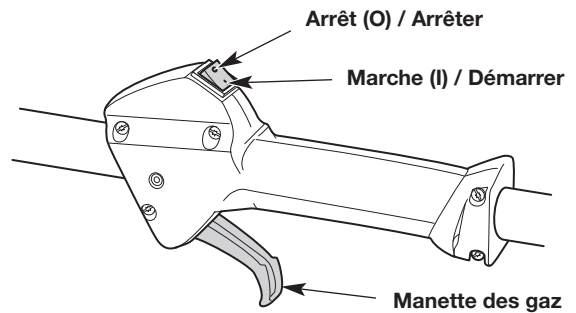
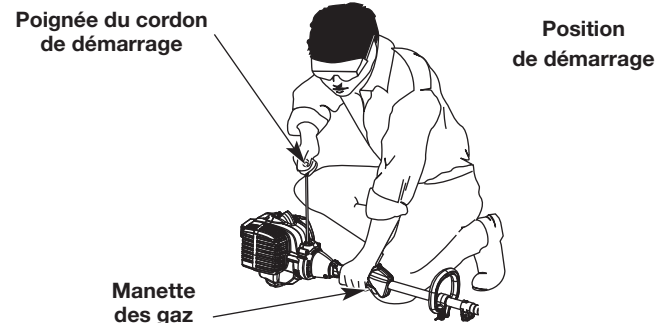

Fig. 6
Fig. 8
AVERTISSEMENT : Évitez un démarrage accidentel de l'unité. Afin d'éviter les blessures graves, l'utilisateur et l'appareil doivent se trouver en position stable lorsque le cordon de démarrage est tiré (Fig. 8).
REMARQUE : Il est inutile de mettre l'appareil en marche. La commande Marche/Arrêt est en position Marche (I) en permanence (Fig. 6).
5. Placez-vous en position de démarrage (Fig. 8).
6. Pressez la manette des gaz (Fig. 6) et tirez sur le cordon de démarrage à **5 reprises** d'un mouvement contrôlé et ferme (Fig. 8).
2. Maintenez la commande Marche/Arrêt enfoncée en position ARRÊT (O) jusqu'à ce que le moteur soit complètement arrêté (Fig. 6).